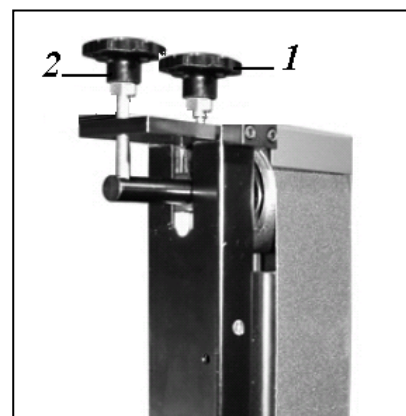

Figure 5
6. Détendre la bande à l'aide de la poignée (1 fig.5) puis retirer la bande abrasive.
8. Effectuer la tension de la bande en agissant sur la poignée (1 fig.5).
9. Lancer manuellement la bande dans le sens indiqué par la flèche située sur le carter de bande puis contrôler la déviation de celle-ci en agissant sur la poignée (2 fig.5) (voir procédure de réglage décrite au paragraphe 7.10).